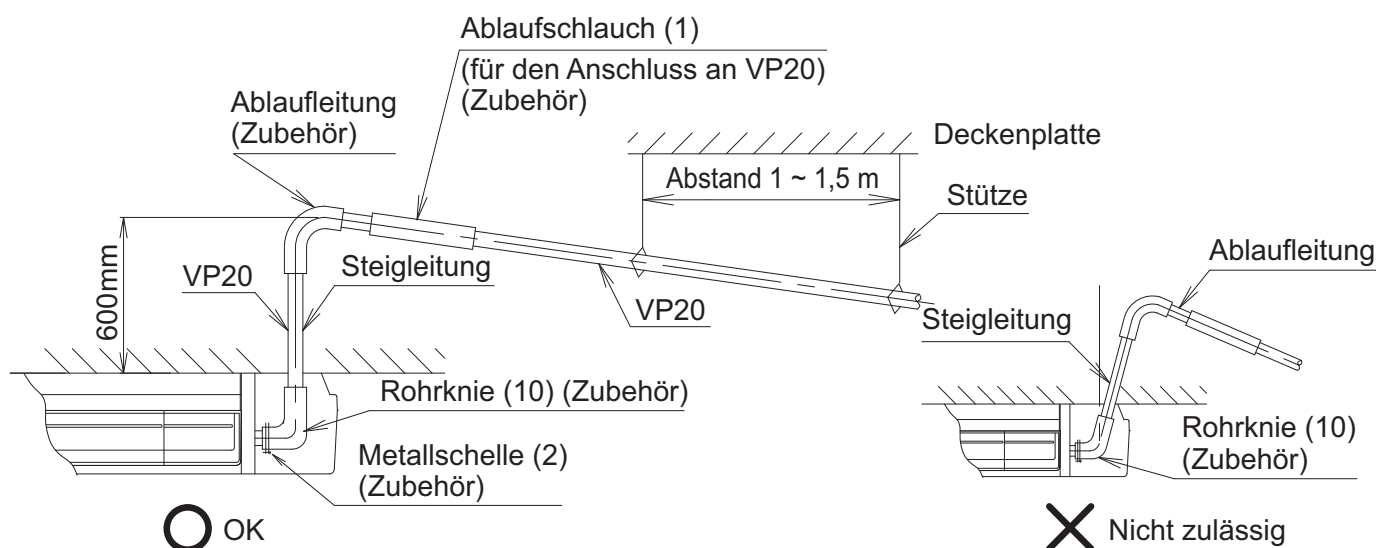

Abb. 29
- Installieren Sie Stützen im Abstand von 1 bis 1,5 m, damit sich die Rohrleitungen nicht verbiegen. (Siehe Abb. 29)
- Installieren Sie die Ablaufsteigleitung senkrecht. (Siehe Abb. 29)